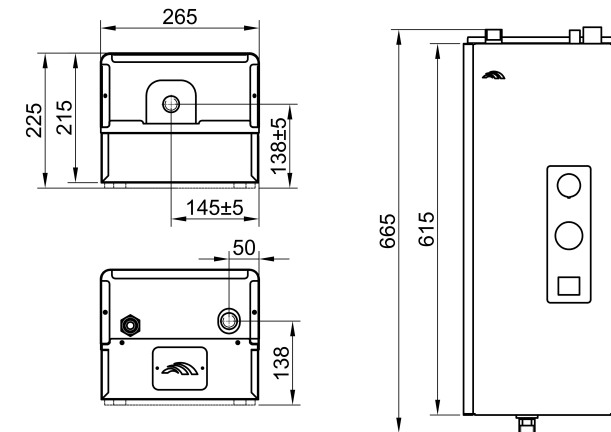

Рисунок 2 – КЕО-Комфорт+ 4,5-12 кВт Габаритні розміри
5.1 КЕО є конструкцією, що складається з окремих вузлів, розміщених в сталевому корпусі форми паралелепіпеда (рис.2). Корпус є конструкція, сприймаюча навантаження, яке виникає при експлуатації і транспортуванні.